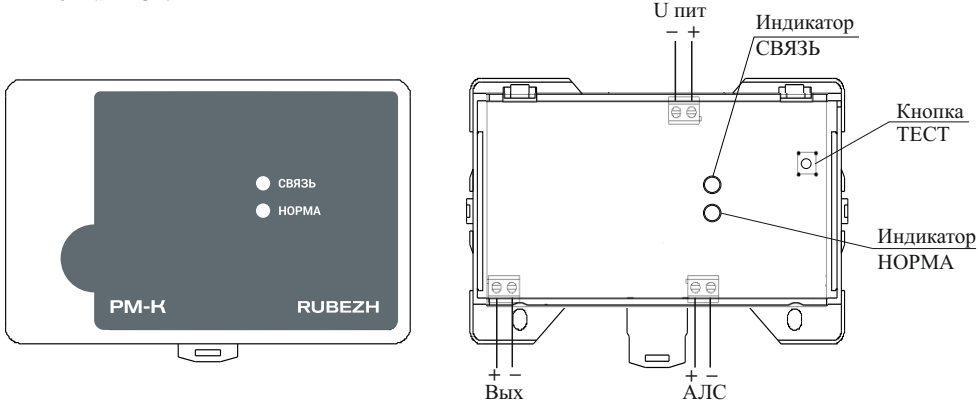

Рисунок 1
- 7.5 Для конфигурирования релейного модуля, подключенного к АЛС, начальный адрес которого неизвестен, необходимо зайти в меню прибора, выбрать пункт «Настройка» («Конфигурация») => «Сервис» => «Адресация устройств» и нажать кнопку ТЕСТ на релейном модуле (рисунок 1). На экране прибора откроется меню параметров релейного модуля: